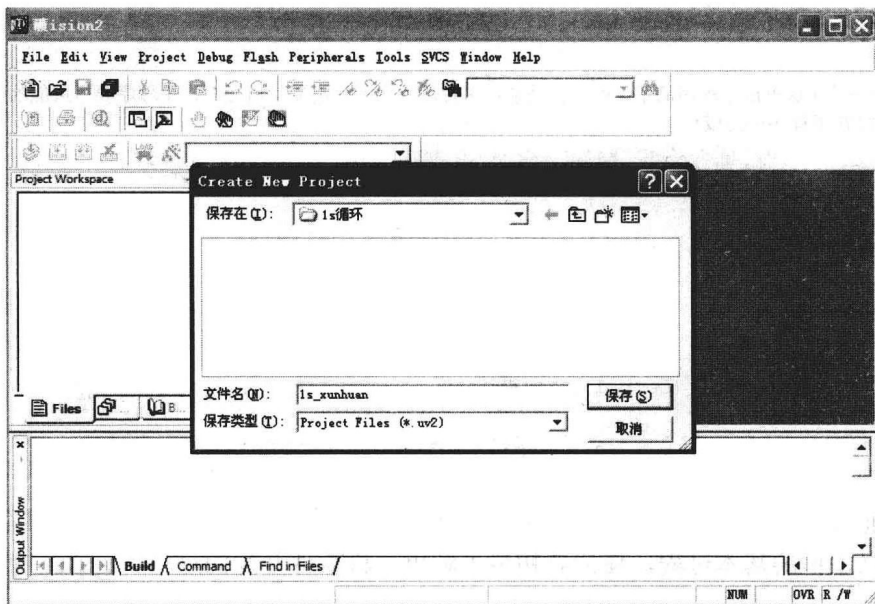

图 1-3 Create New Project 对话框
(2) 选择 **project | New Project** 命令，弹出 **Create New Project** 对话框，在【文件名】文本框中输入工程名称“**1s_xunhuan**”，并选择合适的路径(通常为每一个工程建一个同名或同意的文件夹，这样便于管理)，如图 1-3 所示。然后单击【保存】按钮，这样就创建了一个文件名为 **1s_xunhuan.uv2** 的新工程文件。